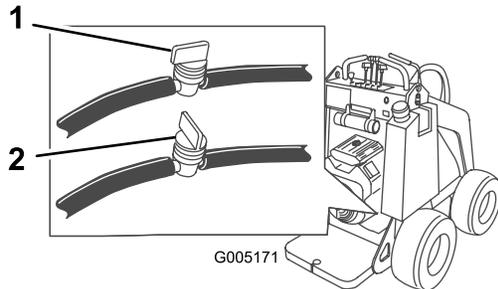

Figure 27
3. Fermez le robinet d'arrivée de carburant dans le flexible situé au bas du réservoir de carburant (Figure 27).
8. Ouvrez le robinet de carburant dans le flexible situé au bas du réservoir de carburant, comme illustré à la Figure 27.